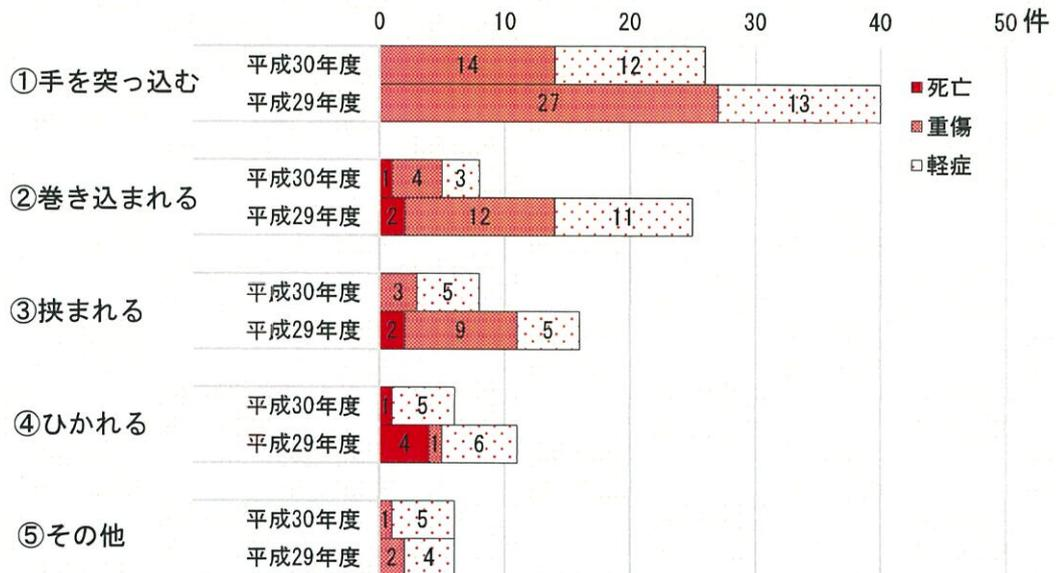

図 2 除雪機による事故件数
(1) 事故件数
降雪期の11月から翌年3月末までの期間において、12道県⁴で発生した事故⁵は平成29年度に98件、平成30年度に54件でした。このうち、死亡事故は平成29年度に8件、平成30年度に2件発生しています。重傷事故については、平成29年度に51件、平成30年度に22件発生しています。調査委員会では、これらを、①投雪口に手を突っ込み負傷する事故、②オーガに巻き込まれる事故、③除雪機と壁等に挟まれる事故、④除雪機にひかれる事故の4類型に分類しています（図2）。